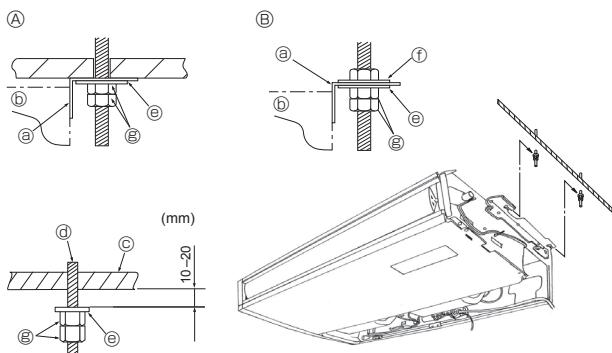

Abb. 3-5
⑩ Gewaltsames Öffnen des Ansauggitters oder Öffnen über einen Winkel von mehr als 120° kann zur Beschädigung des Scharniers führen.
3.3. Aufstellen der Innenanlage (Abb. 3-5)